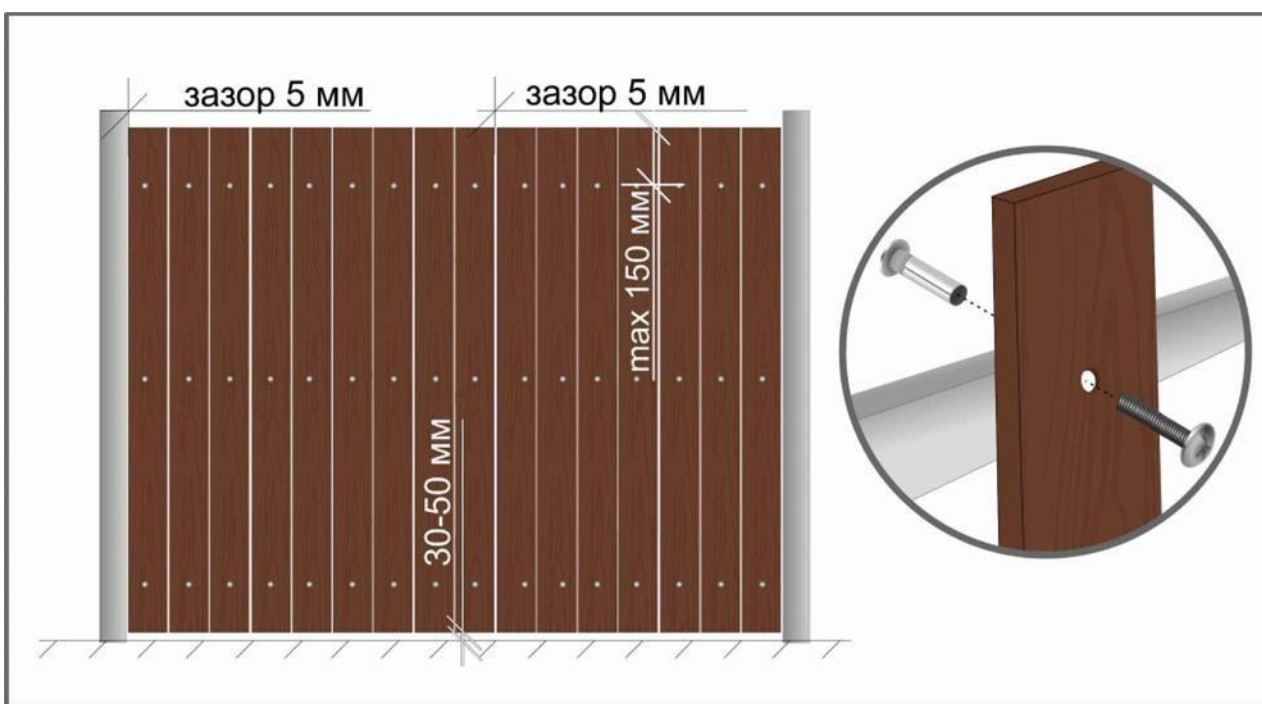

Рис. 2
- Расстояние от верхнего края заборной доски до точки крепления не более 10-15 см. (Рис. 2).